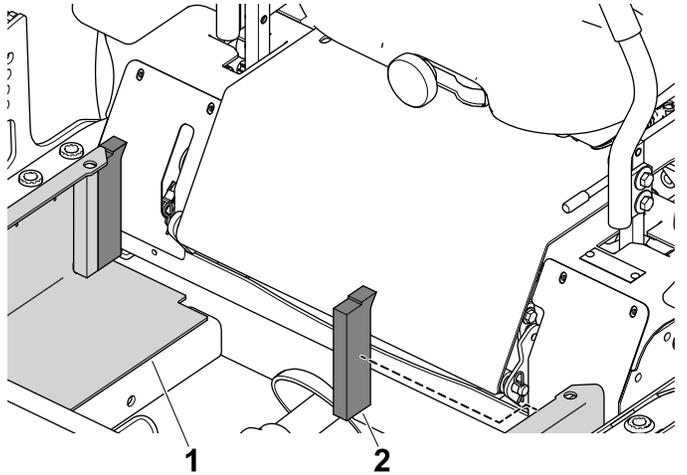

Рисунок 10
2. Удалите с обратной стороны защитный слой и приложите уплотнение из пеноматериала к раме (Рисунок 10).